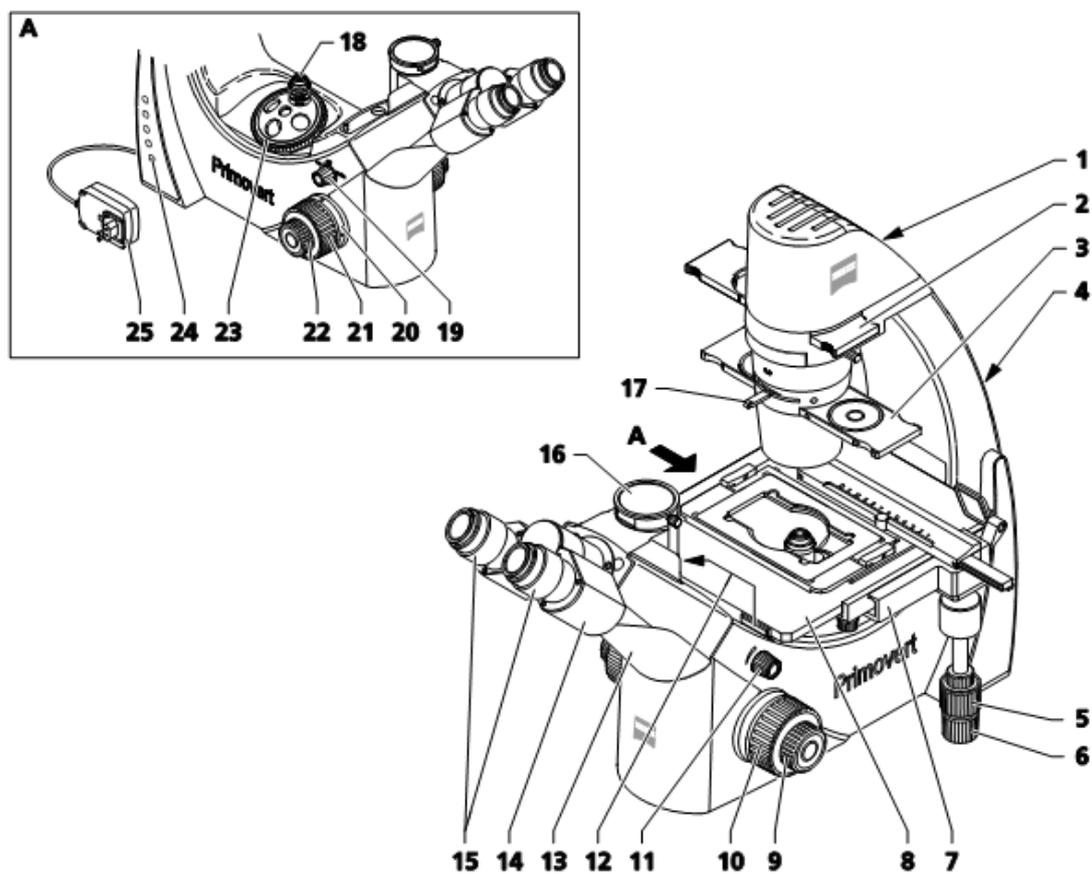

图 10 带双目镜筒、人体舒适性镜筒和三目相机镜筒的 Primovert 操作按钮
- 使用旋钮（图 10/11）调节想要的照明强度。
通过显微镜架两侧的发光二极管（图 10/24），选定的强度以五档显示。
- 粗调焦距驱动的扭矩是出厂调节的，如果有需要，可以重新调节。为达到这个目的，请将环（图 10/20）四周放射排列的四个孔中插入一个螺丝刀，握住粗调旋钮（图 10/21），使用螺丝刀将环向左或右调节，以便达到想要的粗调焦距驱动扭矩。